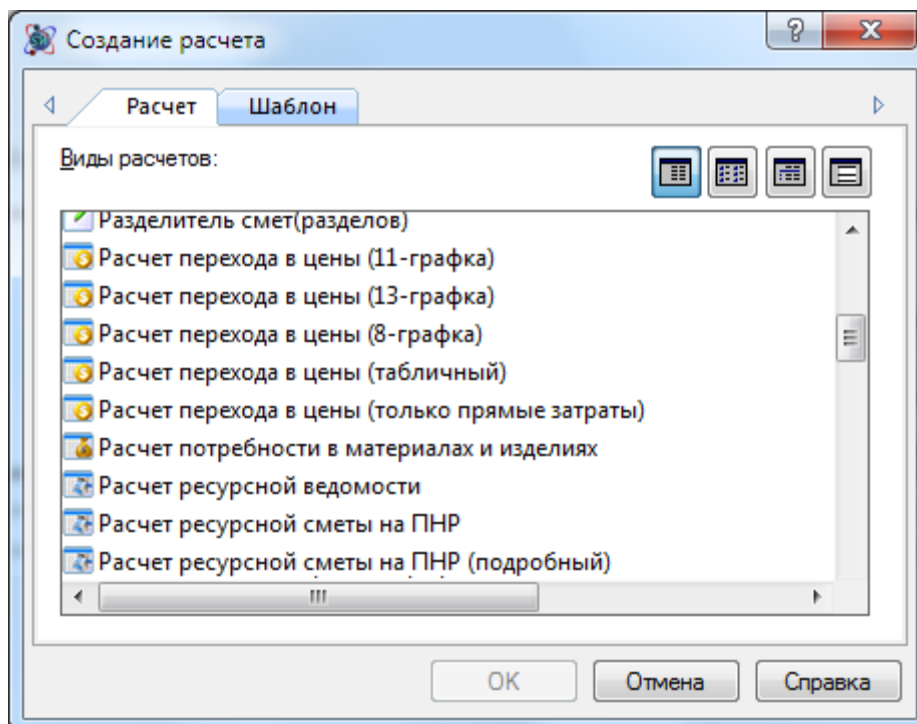

Рис. 1.29 Диалоговое окно Создание расчета
3. В диалоговом окне **Создание расчета** (рис. 1.29) выбрать нужный тип расчета и нажать на кнопку **ОК**.